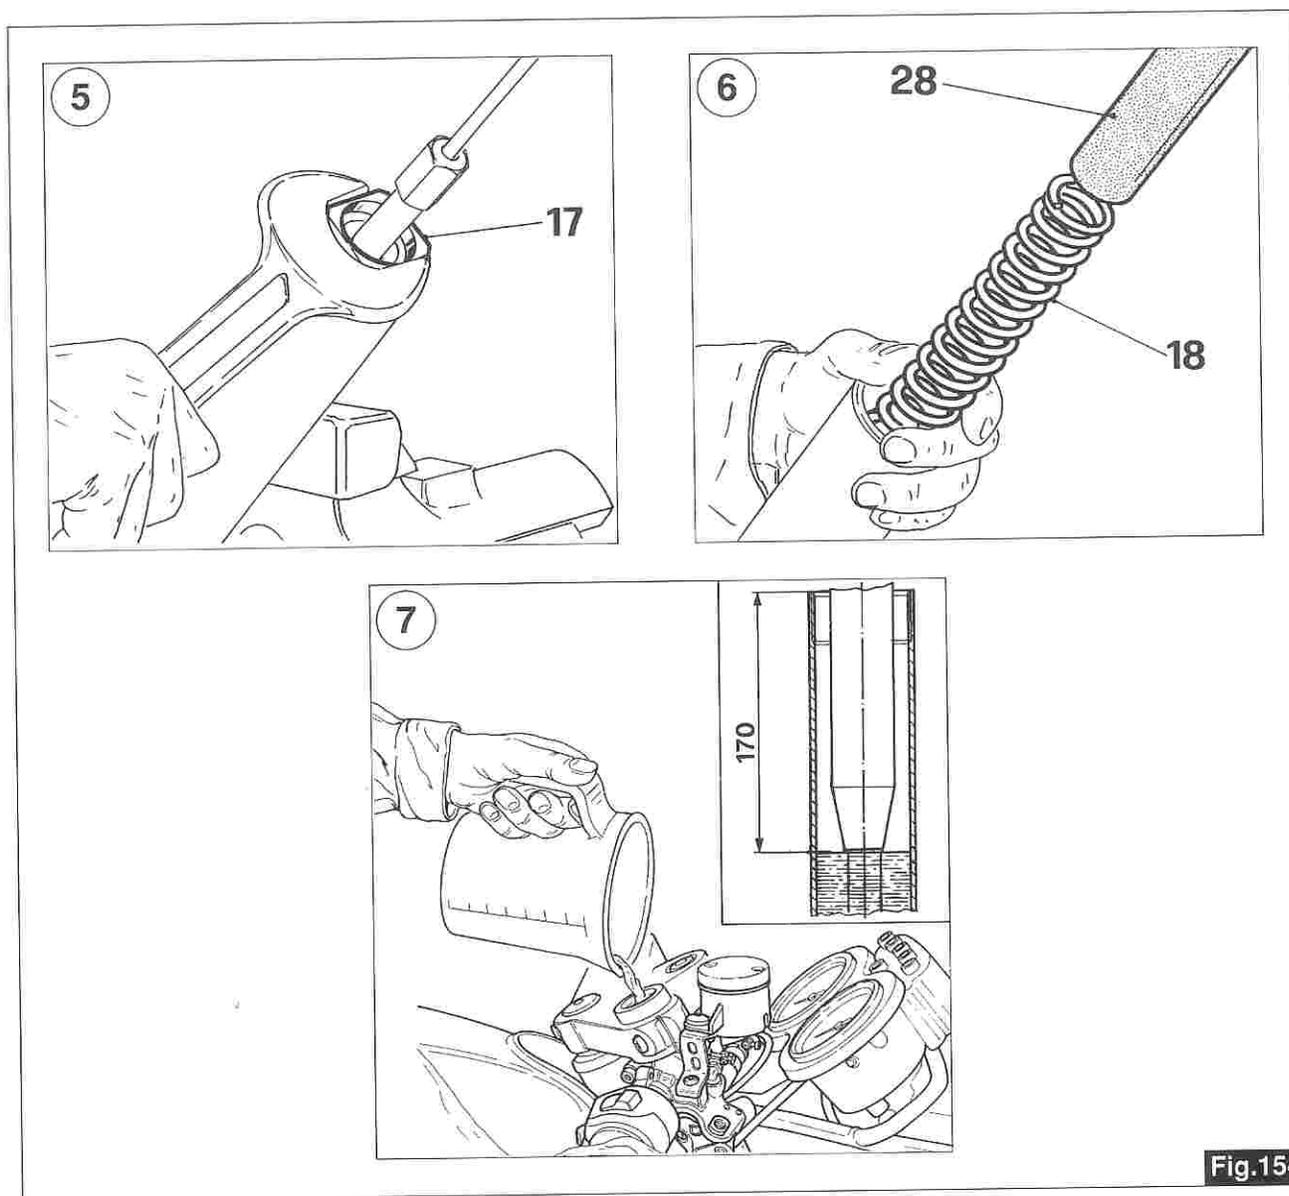

Fig.154
- 5) Con una chiave esagonale di 36 mm svitare il tappo (17) di chiusura superiore. Rimuovere detto tappo e l'attrezzo sopraccitato dal tubo portante. Fare attenzione a non rovinare l'anello OR (04) nell'estrazione.
- 6) Sfilare dall'interno del tubo portante il tubetto di precarica (28), la molla (18) e lo scodellino guidamolla.
- 7) Portare i portasteli a fondo corsa e immettere olio (SAE 10) fino a raggiungere un volume d'aria di 170 mm (vedi sezione a fig.154).
- 6) Slide out the pre-load tube (28), the spring (18) and the spring guide cap from inside the support pipe.
- 7) Make the sliders reach their end of stroke and pour oil (SAE 10) until a 170 mm air volume is reached (see section at fig.154).